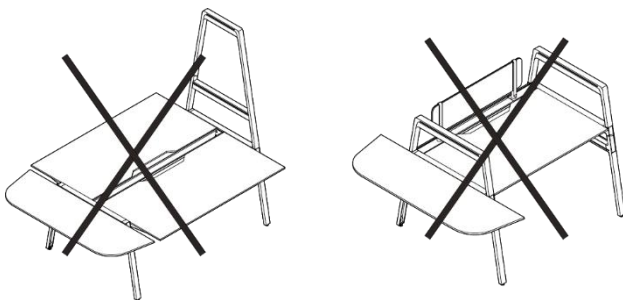

Figura 13 Plancha adicional semiredonda, montaje no admisible
- Puesto doble de trabajo, altura de asiento (véase Figura 13, izquierda) Motivo: en cada lado, la plancha adicional es aprox. 5 cm más corta que el borde de las dos planchas del escritorio. **Peligro de golpe**
- Puesto individual de trabajo (véase Figura 13, derecha). Motivo: la plancha adicional excede a ambos lados de la longitud de la plancha del escritorio. **Peligro de golpe**